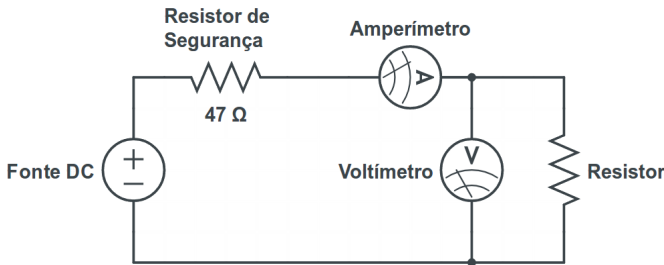

Figura 1: Circuito 01
Monte o circuito ilustrado na figura 1 utilizando a resistência de 47Ω como um resistor de segurança para impedir altas correntes.
- Os resultados calculados concordam com os valores nominais? O amperímetro e o voltímetro utilizados no circuito 01 (figura 1) interferem nas medidas? Justifique?
Monte o circuito 01 (figura 1), mantendo o resistor de segurança e utilize como elemento resistivo o resistor de $1K\Omega$. Varie a tensão na fonte DC, aplicada ao circuito, e obtenha 8 valores para a tensão (no voltímetro) em função da corrente (no amperímetro), anote na tabela 5. Atenção para o valor máximo de corrente que pode ser aplicado ao resistor sem danificá-lo, $i_{máx}$, calculado anteriormente na tabela 1.
A segunda forma consiste em utilizar o circuito ilustrado na figura 1 substituindo o resistor pela lâmpada. Para valores pequenos de V e i (quando a lâmpada ainda não emite luz no espectro visível) sua curva característica é aproximadamente a de um elemento resistivo linear, sendo possível determinar R_0 por extrapolação quando $i_L = 0$.